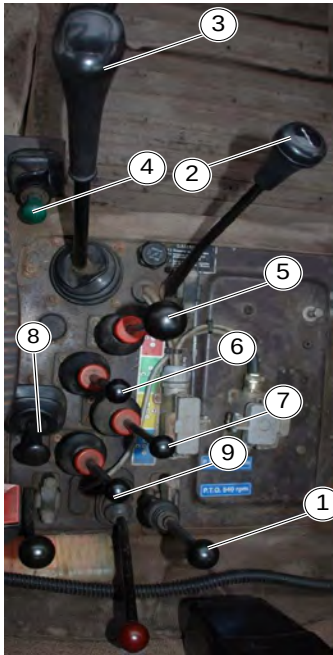

Fig. 134
- 1) Azionato assieme al 4, presa di forza ("Fig. 134");
- 2) Selettore avanzamento ("Fig. 134");
- 3) Marce ("Fig. 134");
- 4) Inserimento presa di forza ("Fig. 134");
- 5) Movimentazione primo braccio ("Fig. 134");
- 6) Movimentazione secondo braccio ("Fig. 134");
- 7) Movimentazione secondo braccio ("Fig. 134");
- 8) Inclinazione testa ("Fig. 134");
- 9) Freno ("Fig. 134");
- 1) Powered together with 4, power take-off ("Fig. 134");
- 2) Feed selector ("Fig. 134");
- 3) Gears ("Fig. 134");
- 4) Power takeoff insertion ("Fig. 134");
- 5) First arm movement ("Fig. 134");
- 6) Second arm movement ("Fig. 134");
- 7) Movement of the third arm ("Fig. 134");
- 8) Head inclination ("Fig. 134");
- 9) Brake ("Fig. 134").
- 1) Actionné avec 4, prise de force ("Fig. 134");
- 2) Sélecteur d'alimentation ("Fig. 134");
- 3) Engrenages ("Fig. 134");
- 4) Insertion de la prise de force ("Fig. 134");
- 5) Premier mouvement du bras ("Fig. 134");
- 6) Deuxième mouvement du bras ("Fig. 134");
- 7) Mouvement du troisième bras ("Fig. 134");
- 8) inclinaison de la tête ("Fig. 134");
- 9) Frein ("Fig. 134");
- 1) Wird zusammen mit 4 Zapfwellen betrieben ("Fig. 134");
- 2) Vorschubwähler ("Fig. 134");
- 3) Zahnräder ("Fig. 134");